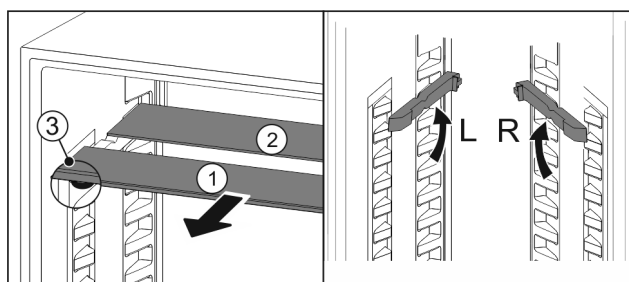

Fig. 128
- Skleněné desky jednotlivě vytáhněte dopředu Fig. 128 (1).
- Skleněná deska Fig. 128 (1) s ozdobnou lištou leží vpředu.
- Zářádky Fig. 128 (3) směřují dolů.